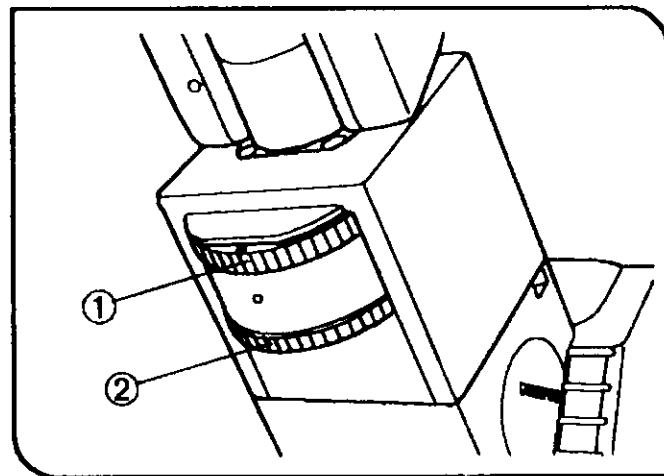

图 26
#### (6) 使用 CT 环 (仅适用于 U-BI90CT) (图 26)
- 如需使用 CT 环①，请用手指转动突边环，选择与指示字母相应的设置 (O CT O S)。(将 IX71 的放大倍率选择钮拨到 IX)